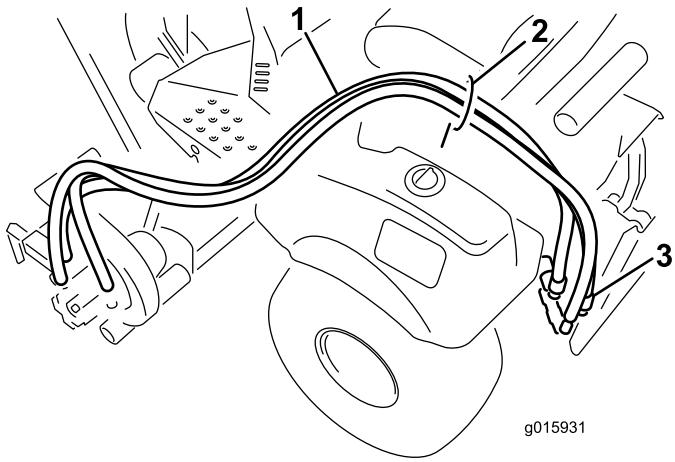

Bild 7
1. Verlegen Sie die Hydraulikschläüche durch die Schlauchführung zum Heck der Maschine (Bild 7).
2. Schließen Sie die Schläuche an den Remoteheckanschlüssen an (**Bild 7**).